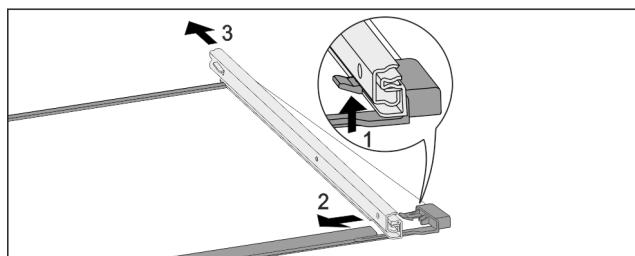

Fig. 172 Sklenená doska s kolajničkami
- ▶ Potlačte predný západkový hák nahor. Fig. 172 (1)
- ▶ Odsuňte vyťahovaci kolajničku do strany Fig. 172 (2) a dozadu Fig. 172 (3).